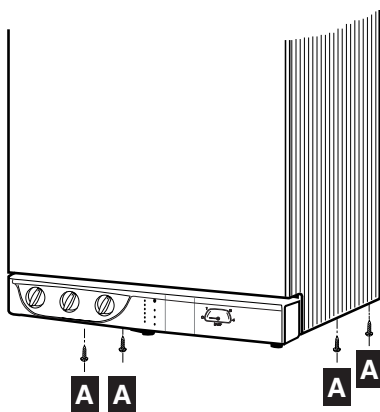

Abb. 19
- die vier Befestigungsschrauben A unten an der Verkleidung anziehen e (Abb. 19).